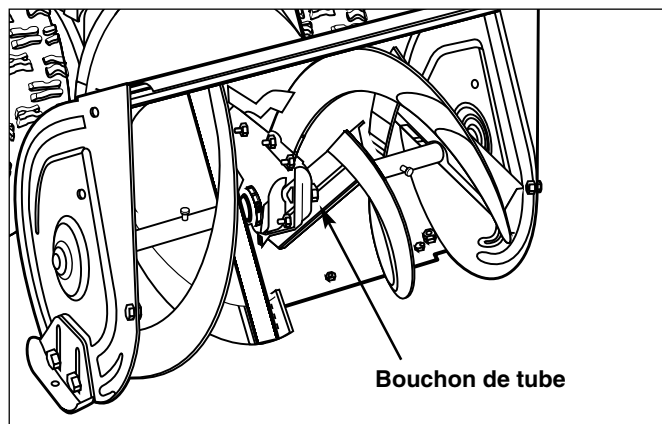

Figure 12. Vérification de la lubrification de la boîte d'engrenages de la vis sans fin
2. Enlever le bouchon du tube (Figure 12).